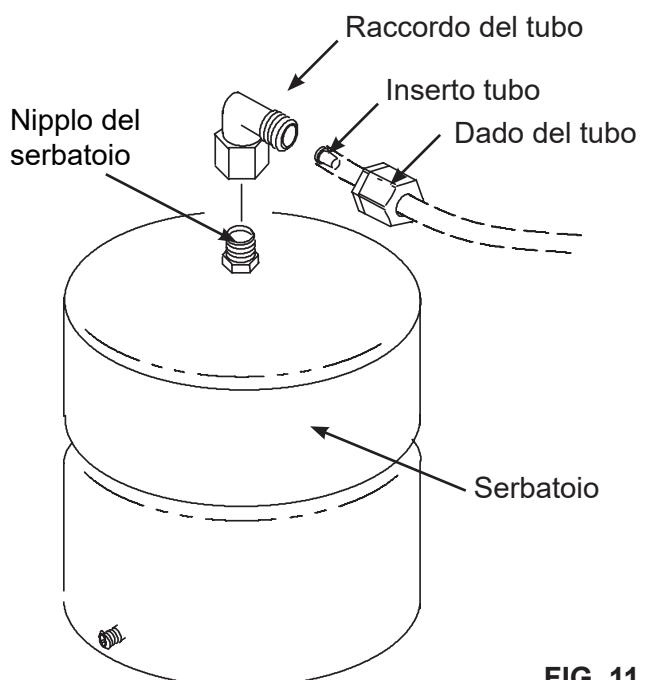

FIG. 11
Applicate una striscia di tenuta, ad esempio teflon, (2 strati in senso orario) sulla filettatura nella parte superiore del serbatoio. Cfr. Fig. 11.
1. Identificate il raccordo del tubo Cfr. Fig. 11. Avvitate il raccordo sul nipplo del serbatoio realizzando 7-8 giri, fate attenzione a non danneggiare il filo e a non stringere troppo.
5. Collegate il tubo giallo al serbatoio. Cfr. Fig. 11 e 21.